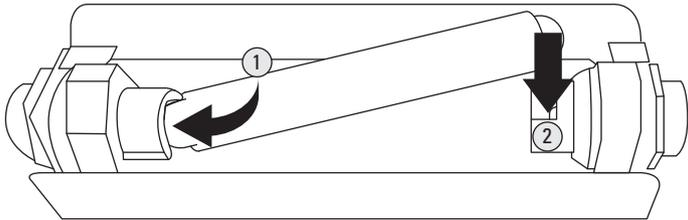

Fig. 3
- Inserire una lampadina idonea, non in dotazione (Fig. 3). Osservare in proposito i dati tecnici.